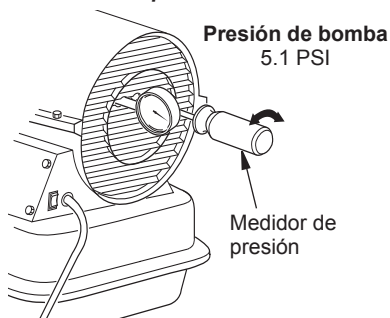

Figura 11 - Ajuste de la presión de la bomba
4. Ajuste la presión. Gire la válvula de escape hacia la derecha para incrementar la presión. Gire la válvula de escape hacia la izquierda para disminuir la presión. Consulte las especificaciones de presión correcta (consulte la figura 11).